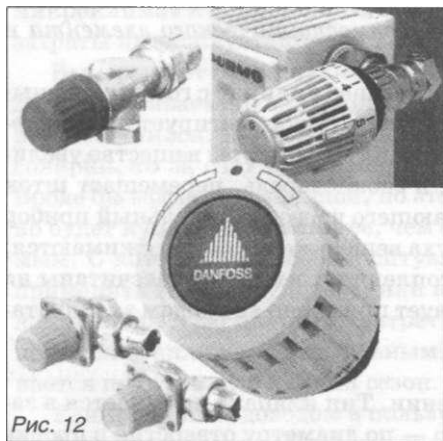

Рис. 12
1. Радиаторные терморегуляторы RTD (рис. 12)